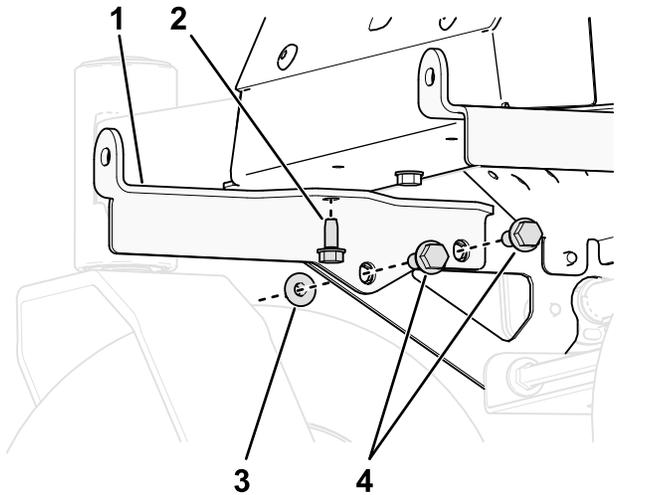

Figura 3
1. Instale os suportes direito e esquerdo de montagem de pesos na parte inferior da estrutura utilizando 3 parafusos ($\frac{3}{8}$ x 1 pol.) e 3 porcas de bloqueio ($\frac{3}{8}$ pol.) como se mostra na Figura 3.